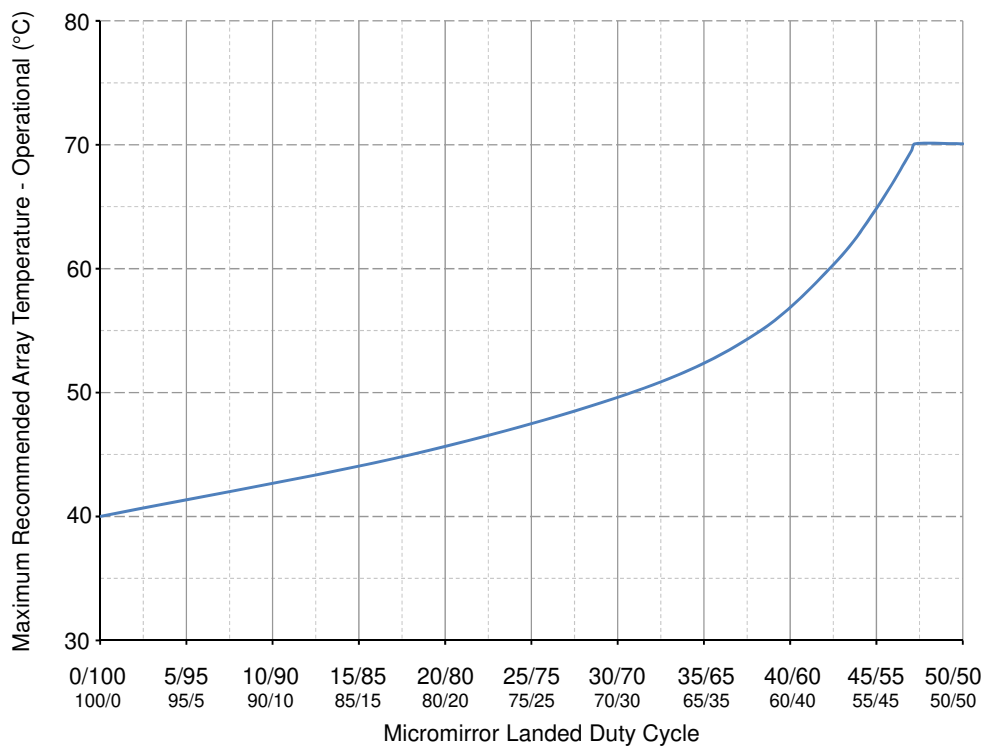
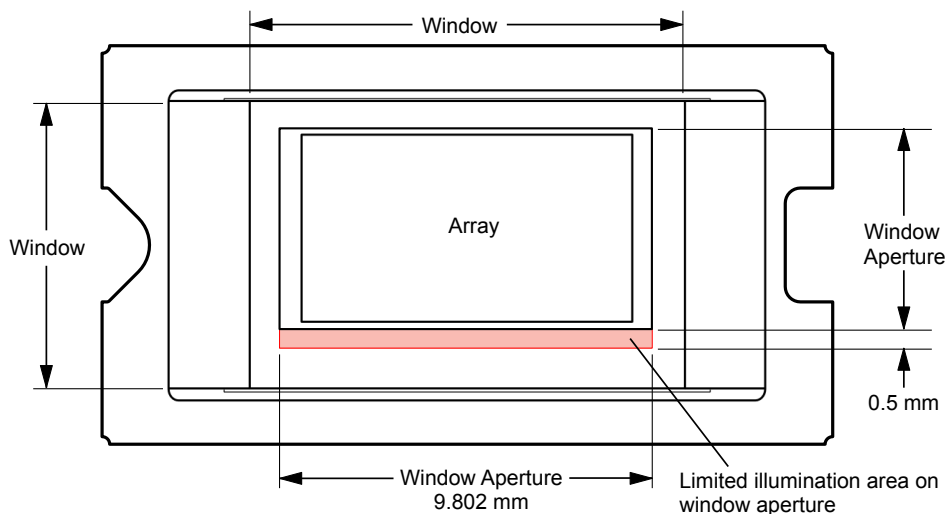

図 5-1. 推奨最大アレイ温度—ディレーティング曲線
図 5-2. イルミネーション オーバーフィル ダイアグラム - クリティカル エリア
- (11) 長期は、デバイスの使用可能寿命と定義されます。
- (12) 図 5-1 に示すように、最大動作アレイ温度は、最終アプリケーションにおいて DMD が受けるマイクロミラーの着地デューティサイクルに基づいてディレーティングする必要があります。マイクロミラーのランデッド デューティ サイクルの定義については、マイクロミラーのランデッド オン/ランデッド オフ デューティ サイクルを参照してください。
- (13) デバイスが高温の露点温度範囲にない経時的な平均値 (保存や動作を含む)。
- (14) 保存時および動作時の高温範囲で露点温度への曝露は、CT_{ELR} の合計累積時間未満に制限されます。
- (15) 図 5-2 で定義されている領域に適用されます。
- (16) DMD のアクティブ領域は、DMD ウィンドウ表面の内部にある開口によって取り囲まれており、DMD デバイスアセンブリの構造を正常な表示のためにマスクします。開口部は、いくつかの光学条件を想定した大きさになっています。アクティブ アレイの外側を照らすオーバーフィル光は散乱し、DMD を使用する最終アプリケーションの性能に悪影響を及ぼす可能性があります。アクティブ アレイの外側に入射する光の光束を最小限に抑えることが、照明光学システム的设计要件となっています。システムの光学アーキテクチャとアセンブリ許容誤差によっては、アクティブ アレイの外側のオーバーフィル光量がシステム性能の劣化を引き起こす可能性があります。
- (17) 計算方法については、「ウィンドウ開口照度オーバーフィル計算」を参照してください。
- (18) DMD に入射する最大許容光出力は、規定された各波長範囲における最大光出力密度とマイクロミラー アレイ温度 (T_{ARRAY}) によって制限されます。
- (19) 計算については、「マイクロミラー電力密度の計算」を参照してください。